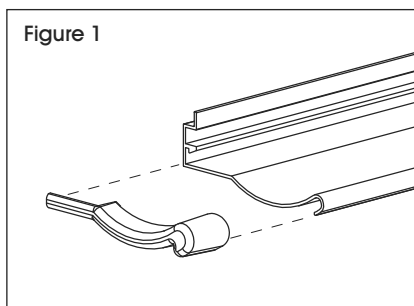

Figure 1
- Alignez les embouts avec le bac à marqueurs et insérez-les en place. (Voir Figure 1)